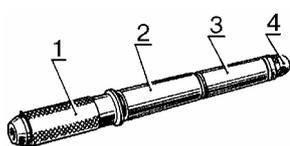

Рис.43.
- установить на валик 1, рис.43, приспособления поршневой палец 2, направляющую 3 и завернуть упорный винт 4. Винт 4 не затягивать во избежание заклинивания пальца при его расширении